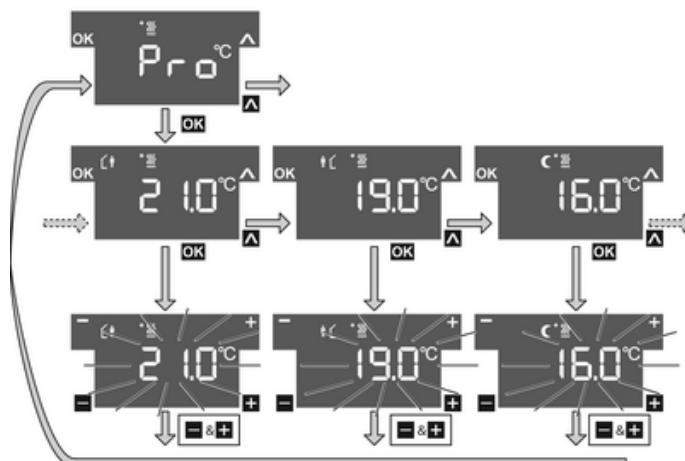

Bild 7
- Mit Sensorfläche **A** den Menüpunkt **Pro** für den Heizbetrieb °C oder Kühlbetrieb °C wählen und Sensorfläche **OK** betätigen (Bild 7).